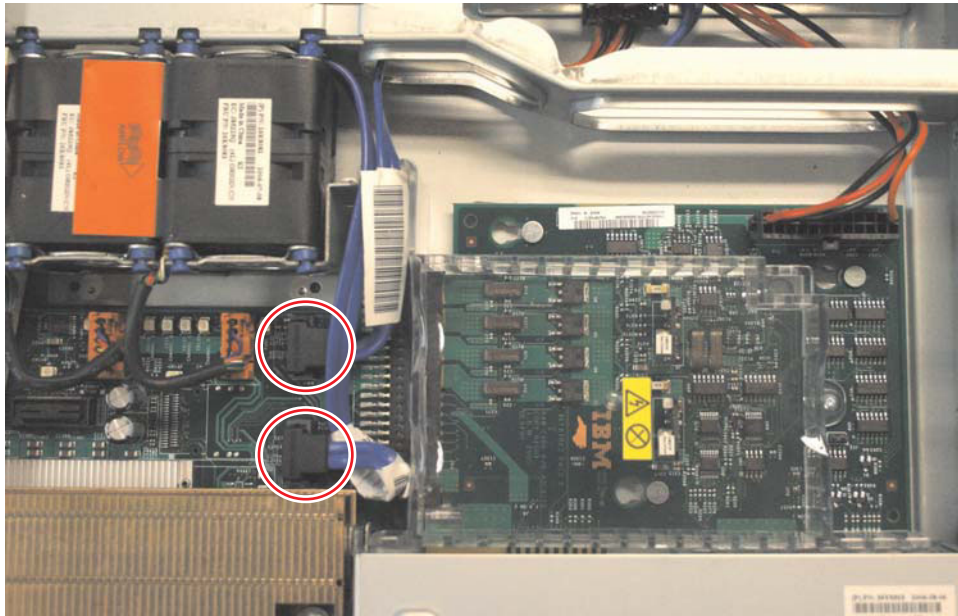

図 130. SAN ボリューム・コントローラー 2145-8G4 ディスク・ドライブ・バックプレーン コネクター
- 電源機構バックプレーン・カードに電源ケーブルを再接続します。次に、システム・ボードに 2 本の青色の信号ケーブルを再接続します。162 ページの図 130 に示すように、左のケーブルはフロント・システム・ボードのコネクターに、右のケーブルは背面システム・ボードのコネクターに接続します。